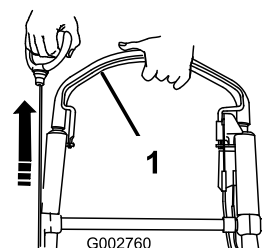

Рисунок 23
- Удерживая штангу управления ножом прижатой к рукоятке, потяните за механический стартер (Рисунок 23).